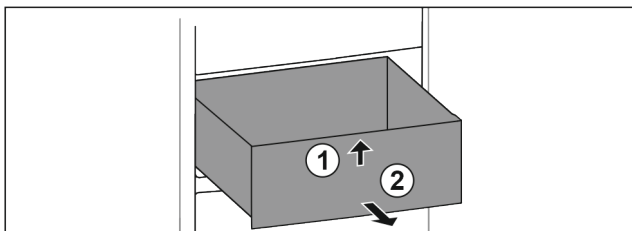

Fig. 66
- ▶ Soulever la partie avant du tiroir. Fig. 66 (1).
- ▶ Retirer le tiroir par l'avant. Fig. 66 (2)